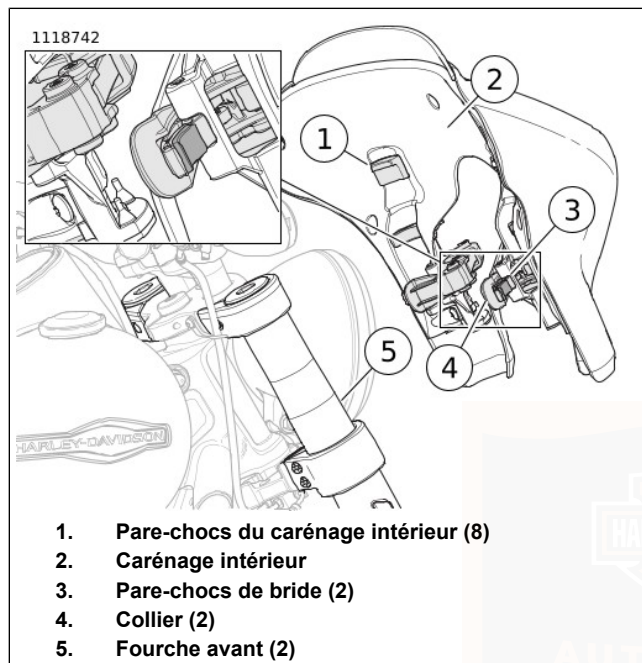

Figure 54. Brides de carénage
1. Voir Figure 54. Inspecter le carénage.
- a. S'assurer que les pare-chocs de carénage intérieur (1) et les colliers de pare-chocs (3) sont en place, propres et en bon état.
- b. Ouvrir et fermer les brides (4) pour vérifier qu'elles sont fonctionnelles.